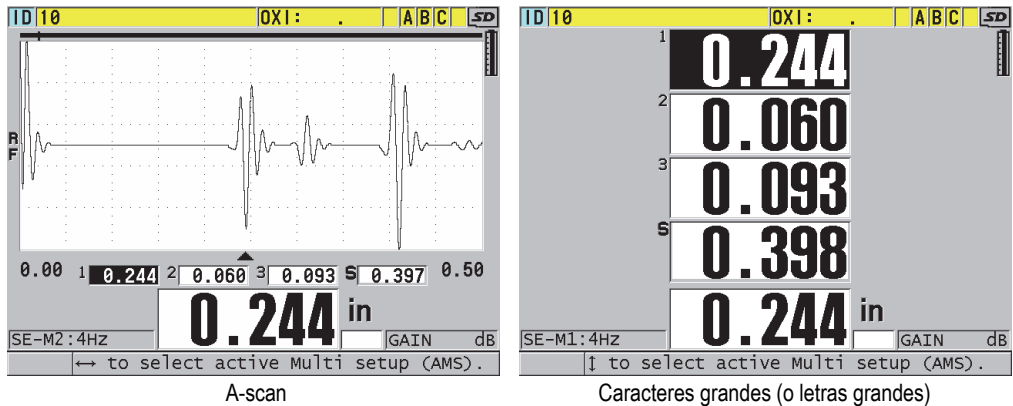
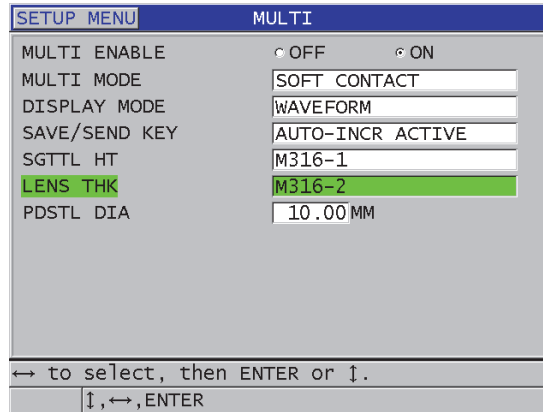

Figura 7-8 Modos de visualización de las múltiples medidas con tres capas y la suma del espesor
Figura 7-9 Configuración de los parámetros de medición múltiple en el modo lente blando
- d) Ajuste el parámetro **MODO VISUALIZACIÓN** [DISPLAY MODE] a (ver Figura 7-8 en la página 126):
5. En la pantalla **MULTI** (ver Figura 7-9 en la página 128):
- a) Ajuste el parámetro **HABILITAR MULTI** (MULTI ENABLE) a **ACTIVADO** (ON).
- c) Ajuste el parámetro **MODO VISUALIZACIÓN** (DISPLAY MODE) a **A-SCAN** (WAVEFORM) o **LETRAS GRANDES** (LARGE FONT) [ver Figura 7-8 en la página 126].